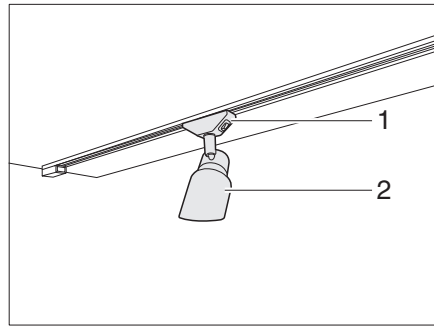

Fig. 67 Foco halógeno
- Sujetar el soporte (Fig. 67,1) y girarlo en 45°.
- Sacar el foco halógeno (Fig. 67,2) del sistema de rieles.
- Colocar el foco halógeno (Fig. 67,2) en el sistema de rieles en la posición deseada y girarlo en 45°.
- En el soporte (Fig. 67,1) girar en 45°.